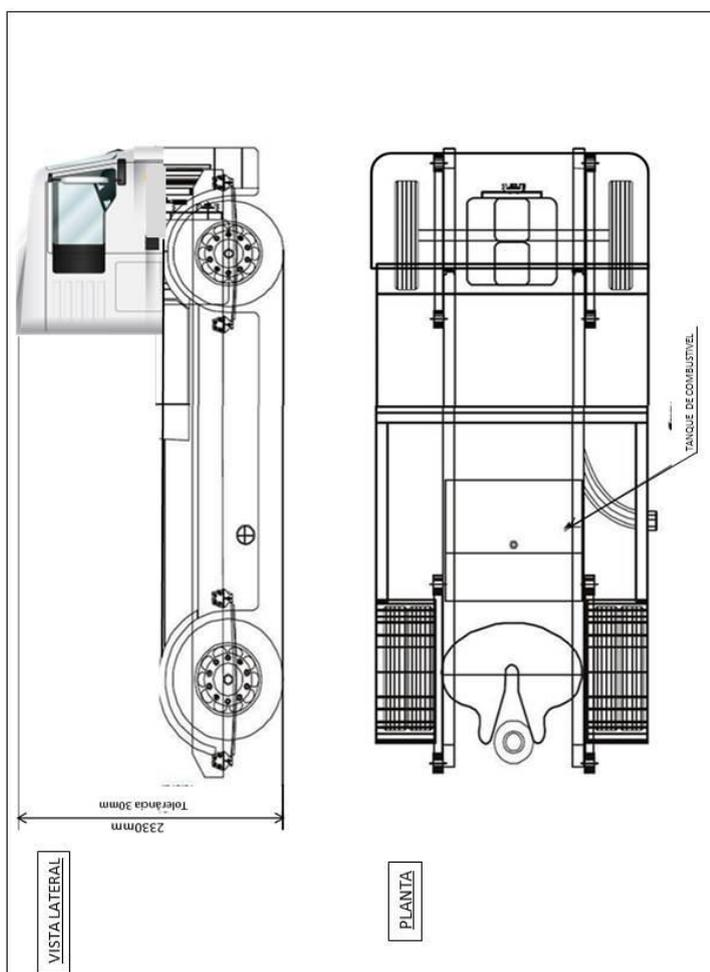

Figura 5
16.1 - A altura mínima do caminhão, medida com uma régua alinhada horizontalmente e colocada sobre o teto da cabine, ao solo deverá ser de 2.330 mm (tolerância de 30 mm), conforme Figura 5.